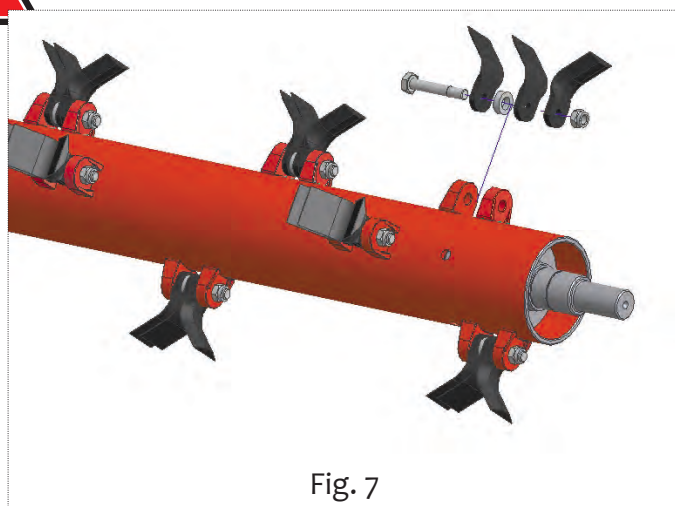

Fig. 7
- Quitar la tuerca (Fig. 7) del perno que fija el martillo gastado, prestando atención en la fase de montaje, de volver a posicio-
- Quitar la tuerca (Fig. 7) del perno que fija las cuchillas gastadas, prestando atención a los distintos componentes y en particular a la posición de los distanciadores (Fig. 7), en la fase de montaje, volver a posicionar las cuchillas nuevas y los componentes en la misma posición